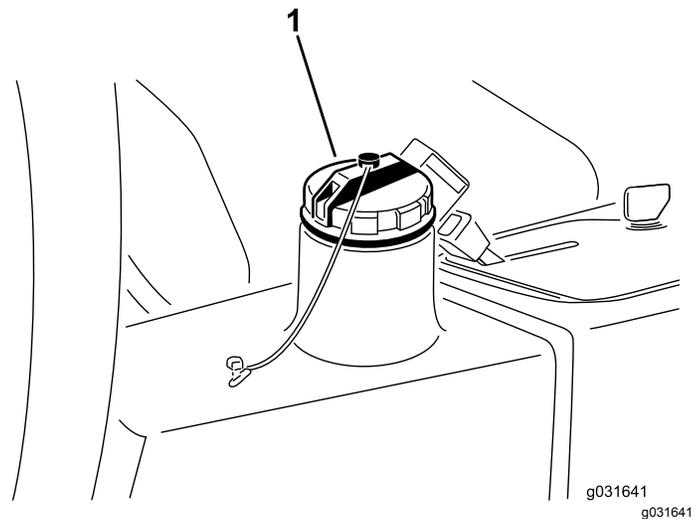

**Figure 65**
2. Débranchez la conduite hydraulique ou enlevez le filtre hydraulique et laissez couler l'huile dans un bac de vidange (Figure 64 et Figure 65).
3. Rebranchez la conduite hydraulique quand la vidange est terminée (Figure 65).